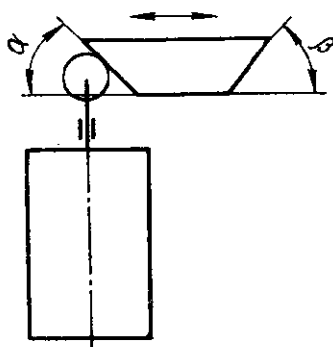

Рис. 2.
4. Выключатели с приводом *толкатель с роликом* (рис. 2) предназначены для работы с проходным реверсивным, нереверсивным и непроходным упорами, но могут работать и с толкающим упором. Угол набегания упора α и угол сбегания β составляет не более 40° при скорости движения упора до 0,25 м/с и не более 20° при скорости свыше 0,25 м/с.